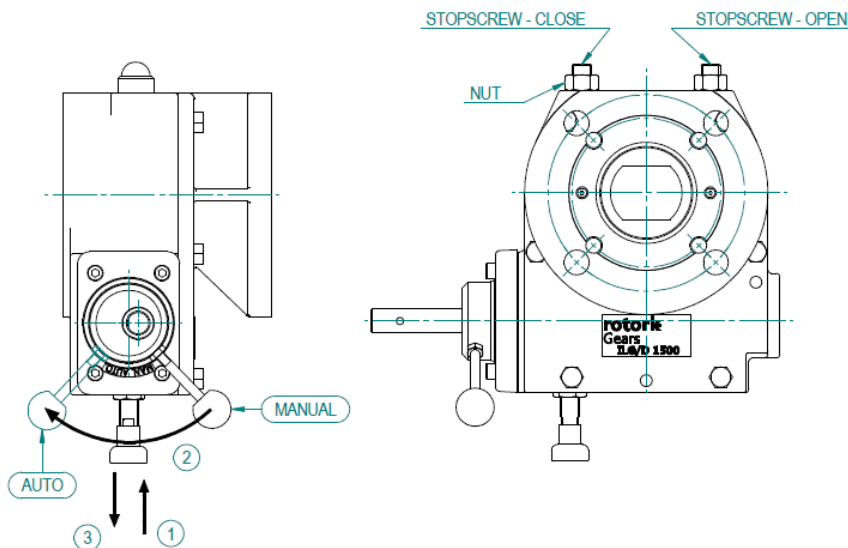
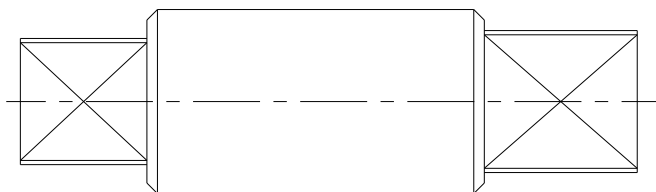

Figure 6: Réglage des vis de butée du réducteur ILG/D
Figure 7: Exemple d'un arbre d'entraînement du réducteur ILG/D
2. Passer le réducteur en manuel en tournant le levier de 90 degrés dans le sens antihoraire (voir 'Utilisation' et/ou figure 6: **1** tirez le bouton → **2** tournez le sélecteur → **3** relâchez le bouton et assurez qu'il a été déverrouillé.
3. Fermez la vanne complètement en tournant le volant dans le sens horaire. Quand la position fermeture complète ne peut pas être atteinte, desserrez la vis de butée CLOSE (voir figure 6) Continuez à tourner le volant jusqu'à ce que la vanne soit complètement fermée.
5. Ouvrir le robinet en tournant le volant dans le sens antihoraire. Lorsque la position complètement ouverte ne peut pas être atteinte, dévissez la vis de butée OPEN (voir figure 6). Continuez à tourner le volant jusqu'à ce que la vanne soit complètement ouverte.
8. Tirez vers l'extérieur le bouton (3) et tournez la poignée (sens horaire) jusqu'à ce que le bouton retombe dans sa position d'immobilisation (2).
- b. Positionnez l'arbre d'entraînement (voir la figure 7) sur le haut du réducteur.